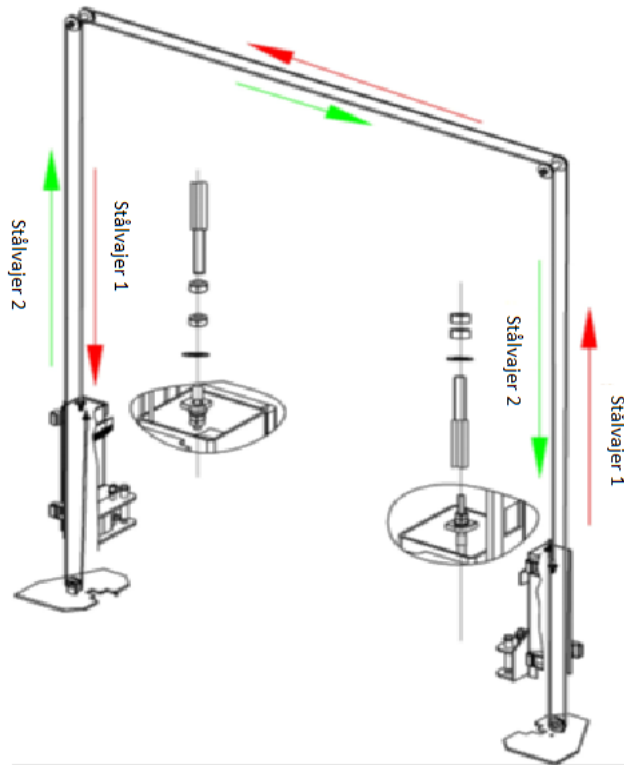

Fig. 12
1. dra och fixera enligt följande diagram över stålslädranslutningen (fig 12).